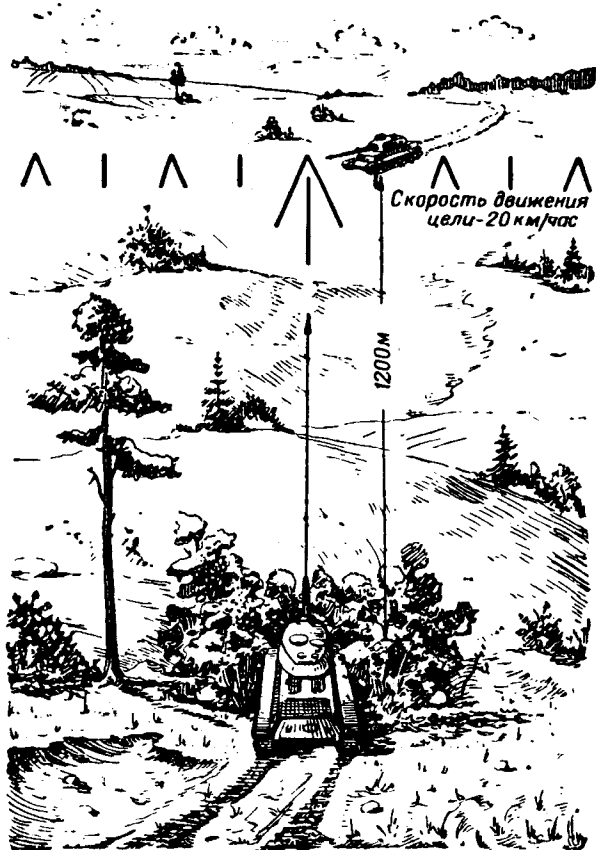

Рис. 29. Стрельба с места по движущейся цели (движение косое)
3. Цель — средний танк. Движение облическое справа налево к стреляющему танку со скоростью 20 км/час (рис. 29). Расстояние до цели 1200 м. Боковая поправка влево 0-04. Пристрелка дальности ведётся приближением к цели (изменением прицела).